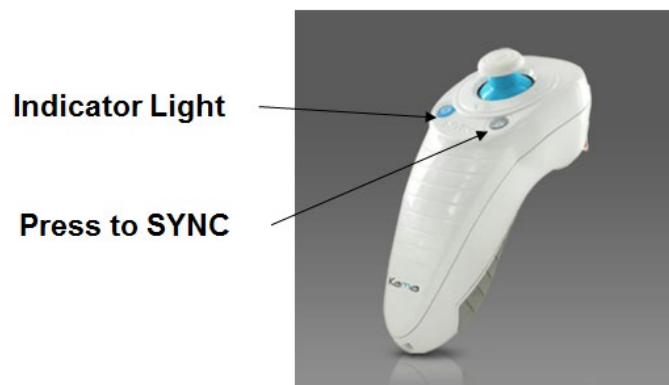

Figura 3-19. Estado de la configuración del sistema (System Setup Status)
- o Presione el botón de sincronización, indicado con una “S” en el mando a distancia, para sincronizar el mando en el plazo de 15 segundos. Consulte la figura 3-19 para ver dónde está situado el botón de sincronización. Esto debe hacerse para todos los procedimientos si se desea utilizar el mando a distancia.